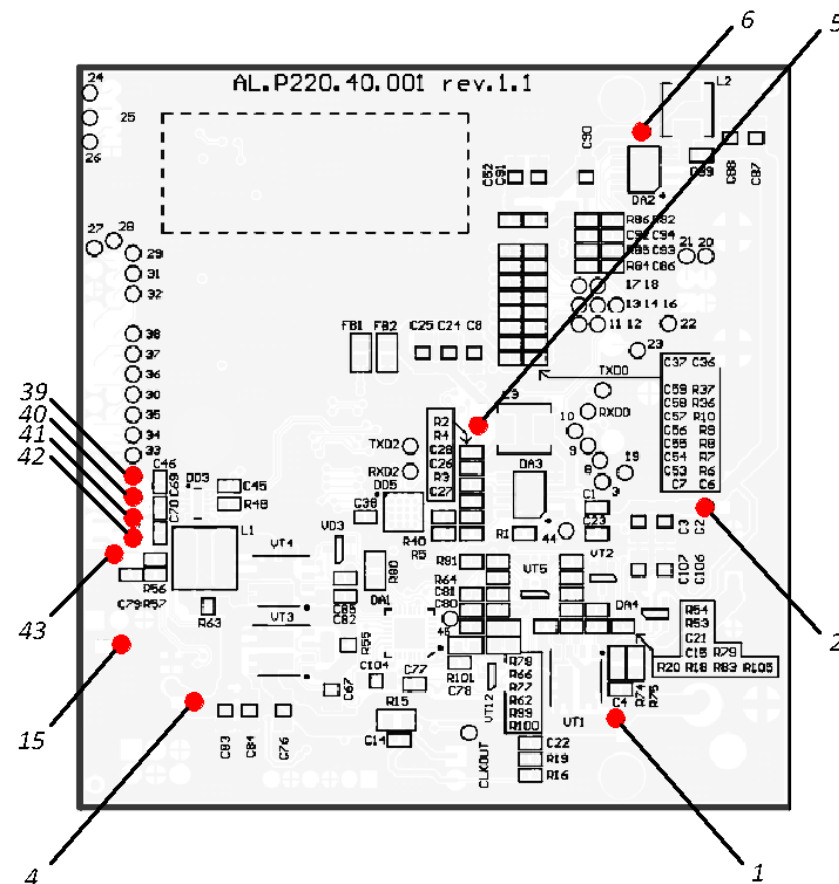
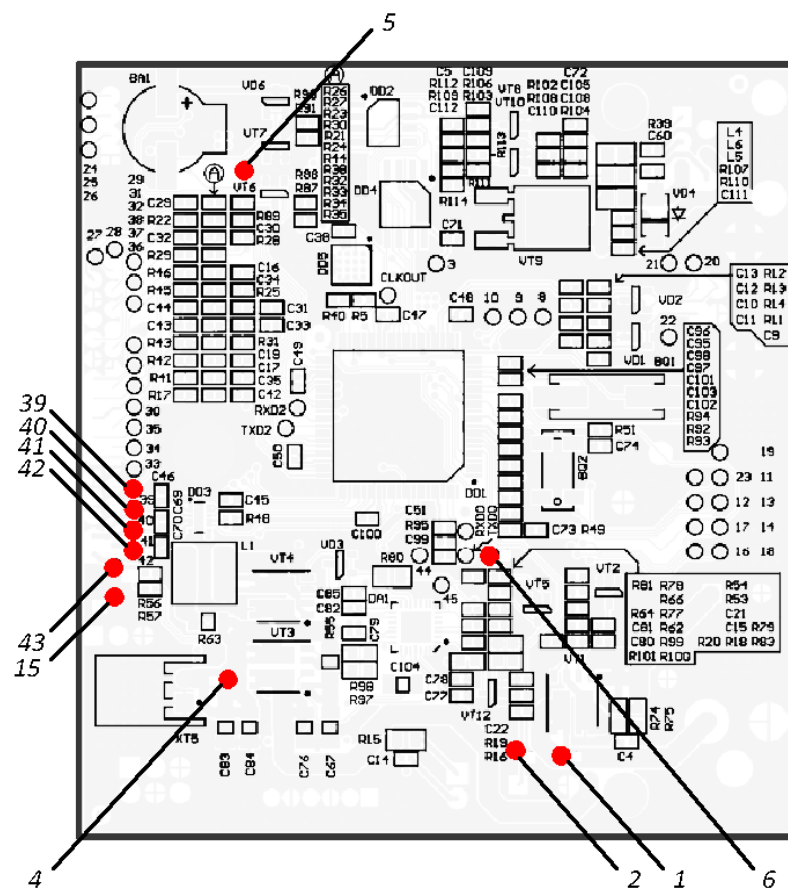

Рисунок 32. Расположение контрольных точек на БУ AL.P220.40.000 rev.1.1 (вид снизу)
Рисунок 34. Расположение контрольных точек на БУ AL.P220.40.000 rev.1.2
2. Установить на мультиметре режим проверки постоянного напряжения. Установить отрицательный щуп мультиметра в контрольной точке **15** (для БУ rev. 1.1 рисунок 32, для БУ rev. 1.2 рисунок 34).